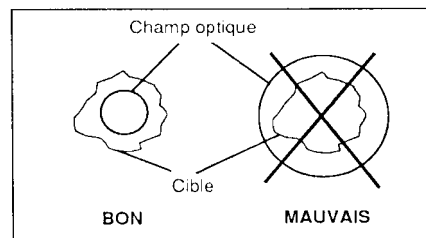
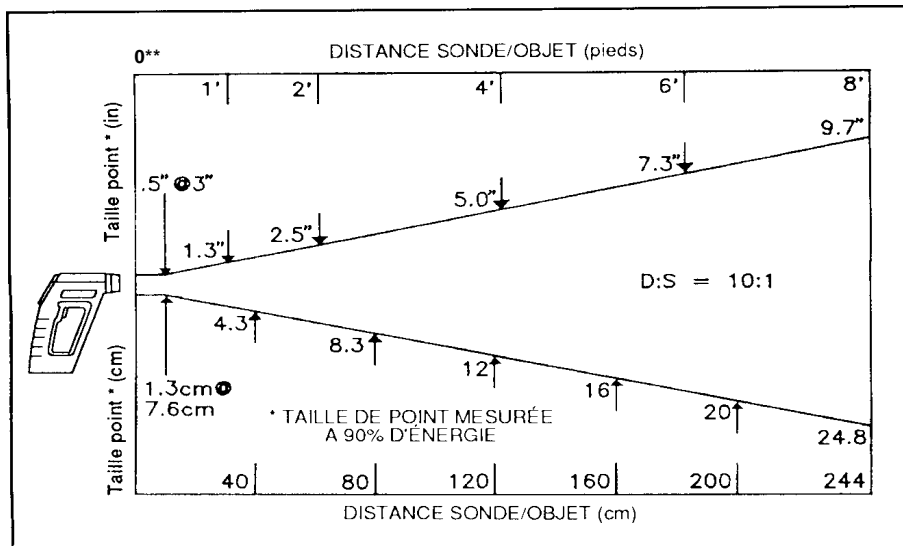

Figure 2-3. Positions des champs optiques
Figure 2-4. Champ optique – OS520
2. Le champ optique du thermomètre doit se trouver à l'intérieur de la surface de la cible mesurée. Voir la Figure 2-3. Les figures 2-4, 2-5, et 2-6 représentent les champs optiques en fonction de la distance pour les séries OS520, OS521 et OS522.